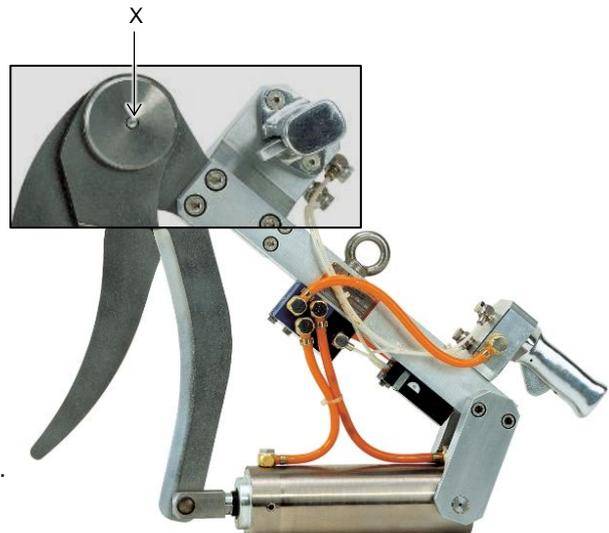

Abb. 7.1 – Schmierpunkt
Klingen durch Schmiernippel (X), s. *Abb. 7.1*, mit EFA-Spezialfett einfetten (1 - 2 Stöße mit Fettpresse).